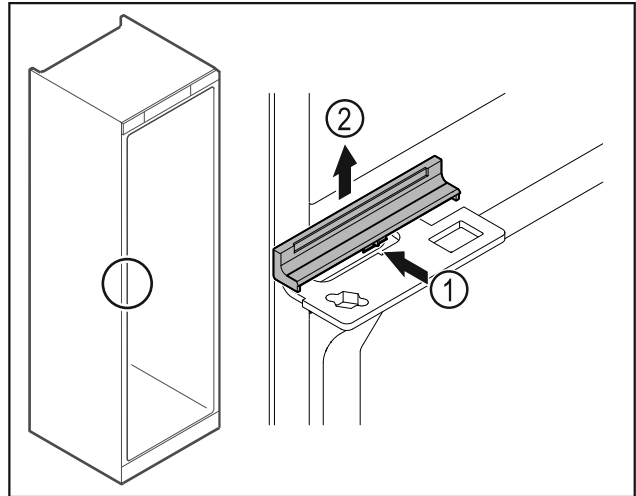

Fig. 37
- Abdeckung Fig. 37 (1) in der Mitte leicht eindrücken und nach oben abnehmen Fig. 37 (2).